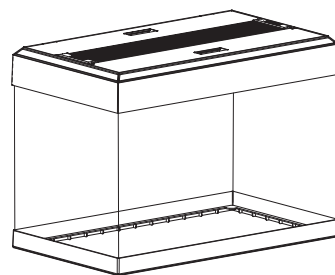

Fig. 10
2. Conecte la unidad de iluminación a la unidad LED con su conector. La figura 9 muestra la conexión de 2 luminarias en un Venezia 350. Use solo los drivers suministrados para estas luminarias. Coloque la viga de aluminio (B2) y las tapas de acceso frontal y posterior (B1) sobre el marco superior del acuario (Fig. 10). El modelo Venezia 350 viene con 2 vigas de aluminio y 3 tapas de acceso. Cerciérese de que el cable eléctrico y el enchufe no se mojen.